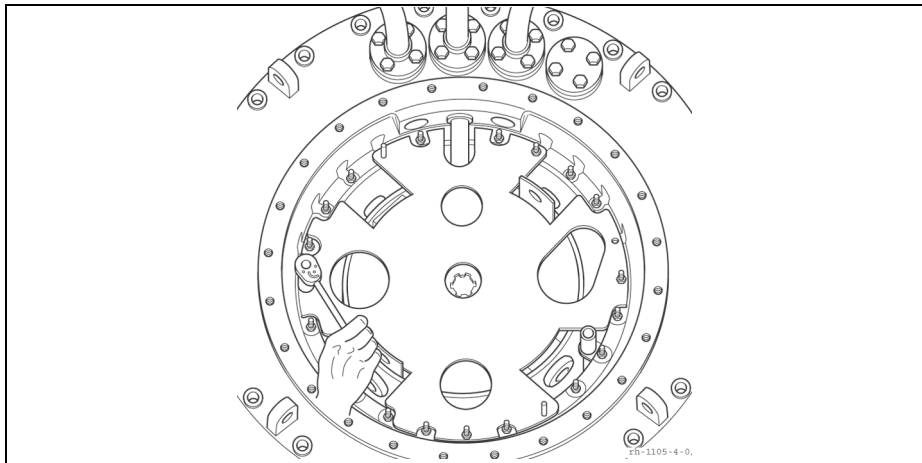

图 18 底板固定螺母
5. 拆下底板的固定螺母（4 个 M8 螺母，13 号扳手，锁垫，图 18）。